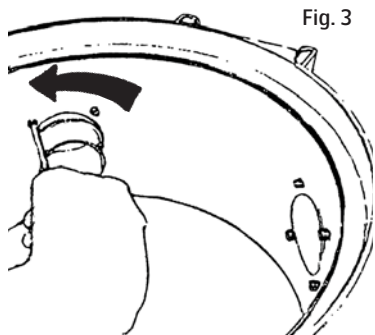

Fig. 3
1. Løsne sugestussen- skru ut de fire kombi Torx-skrueene med en Torx T20 eller en vanlig skrutrekker, Fig. 3.